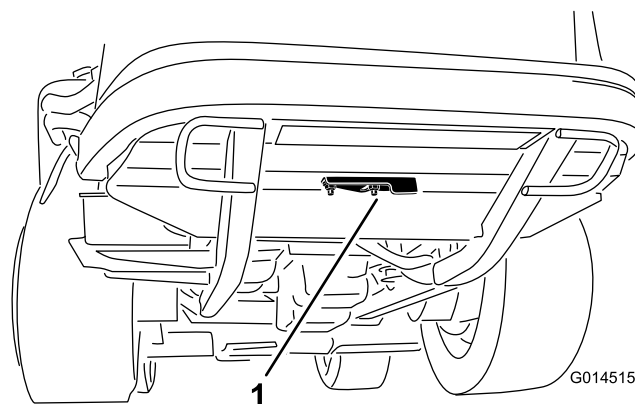

Figura 34
2. Afloje la tuerca con arandela prensada que sujeta la tapa del hueco de limpieza a la parte inferior del bastidor trasero (Figura 34). Gire la tapa a un lado para tener acceso al hueco de limpieza del bastidor.